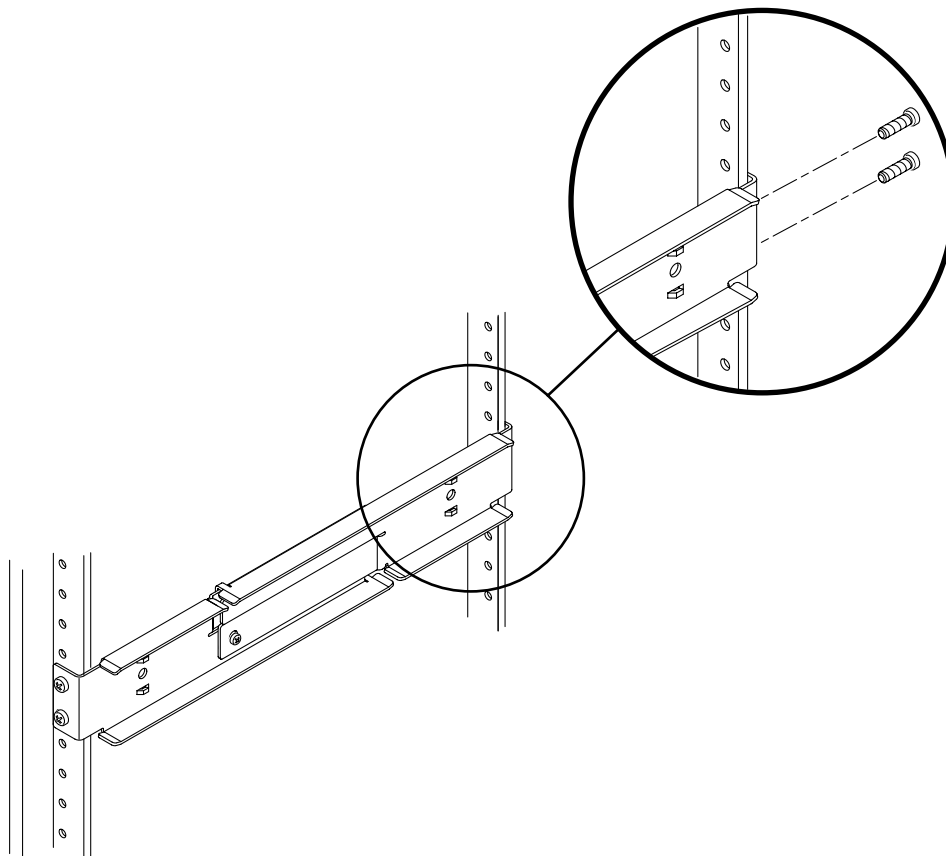

FIGURA 3-17 Fijación de la parte posterior de los raíles ajustables al bastidor
4. En la parte posterior del bastidor, utilice dos tornillos para fijar la parte posterior de los raíles ajustables al bastidor (FIGURA 3-17).